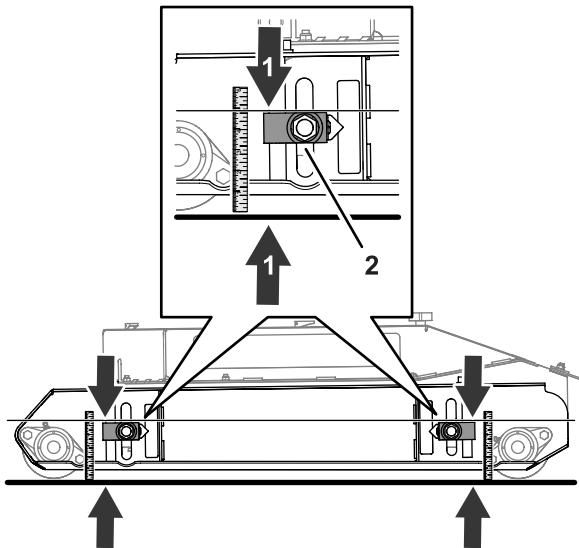

Bild 79
1. Lösen Sie die Mutter, welche die Schnitthöhenverstellung arretiert (**Bild 79**).
2. Verschieben Sie die Schnitthöhenverstellung nach oben oder unten, bis Sie einen Abstand von 124 mm von der Oberseite des Verstellblocks bis zum Boden messen (**Bild 79**).